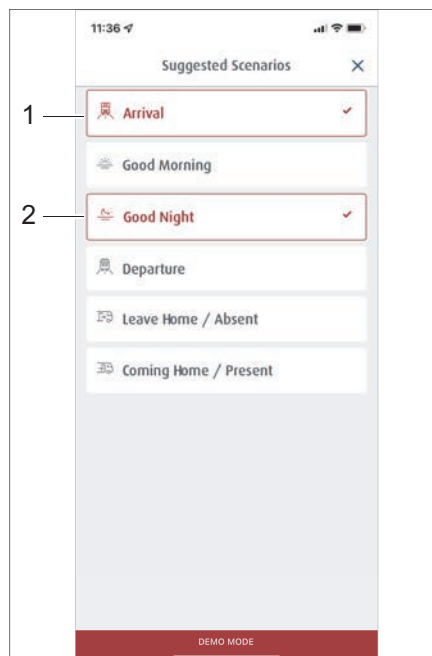

Bild 277 Val av färdiga scenarior
- Klicka på knappen för önskade scenarior, t.ex. *Ankomst* (Bild 277,1) och *God natt* (Bild 277,2).